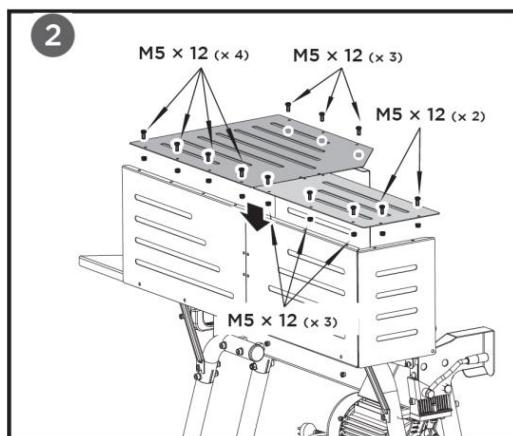

Fig. 11a
2. Montez les deux plaques de protection supérieures (m et n) sur les plaques verticales à l'aide de boulons et d'écrous M5x12 (K). Voir la figure 11a.